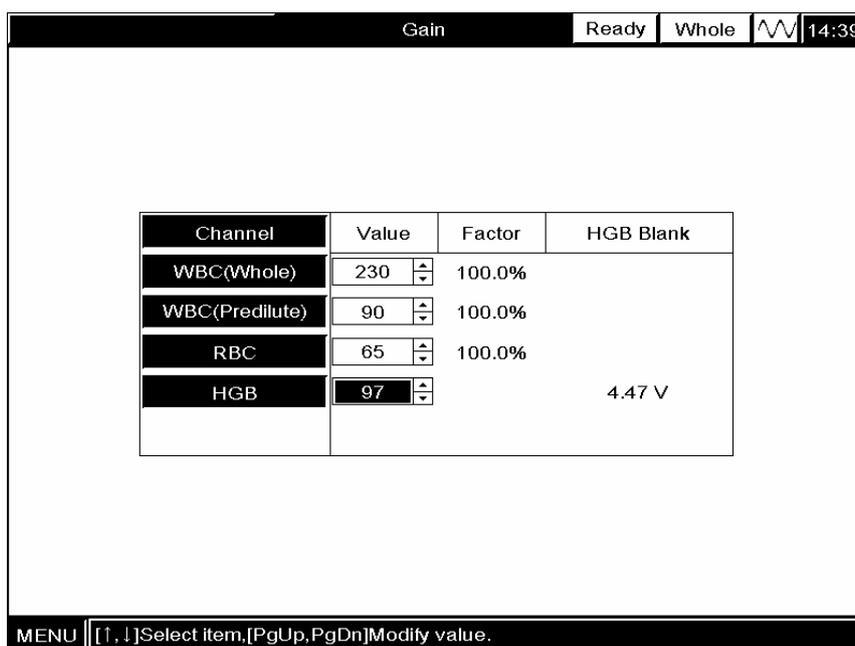

Abbildung 5-33 Einstellen der HGB-Schwelle
2. Rufen Sie die **“Schwelle”**-Anzeige auf und **GEBEN** Sie die gewünschte Schwelle in dem Feld **“HGB” EIN**, so dass die HGB-Spannung zwischen 3.4-4.8 V liegt, wie in Abbildung 5-33 dargestellt.